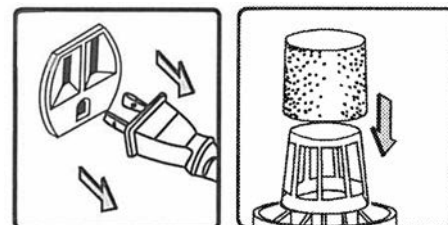

FIGURE 11
- 2) Retirez le couvercle/moteur assemblé de la cuve et installez un filtre en mousse propre et sec. Sous des conditions normales (petites quantités de liquide), ou de grandes quantités de liquide, installez seulement le filtre en mousse, voir Fig.11. Le sac de poussière ne peut être utilisé pour l'aspiration de matériaux humides. Assurez-vous que l'intérieur de la cuve est propre.